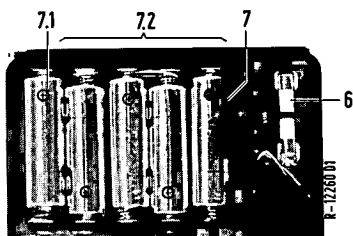

Bild 7 Unterseite abgenommen
- Zeiger mittels Abgleichpotentiometer (4) auf 0  $\Omega$  einregeln
- Läßt sich der Zeiger nicht mehr auf Endausschlag einregeln oder bleibt die Anzeige nach dem Einregeln nicht konstant, muß die Batterie für die Widerstandsmessung ausgewechselt werden (s. Bild 7 und Abschn. 5.2 „Batteriewechsel“).
- Batterie bzw. Sicherung wechseln; beim Einsetzen der neuen Zellen (5 x IEC LR6) auf richtige Einbaulage achten (s. Bild 7). Nur auslaufsichere Zellen verwenden.